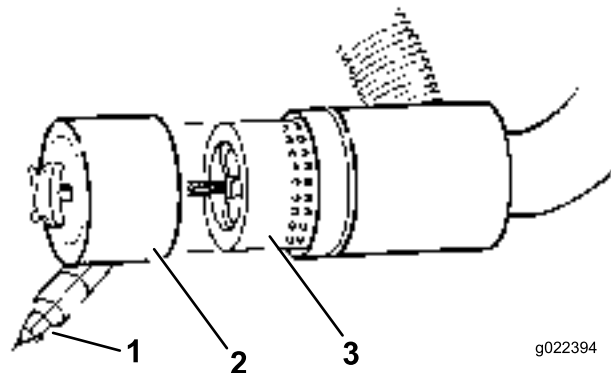

Bild 48
3. Nehmen Sie den Filter heraus und wechseln Sie ihn aus (Bild 48).